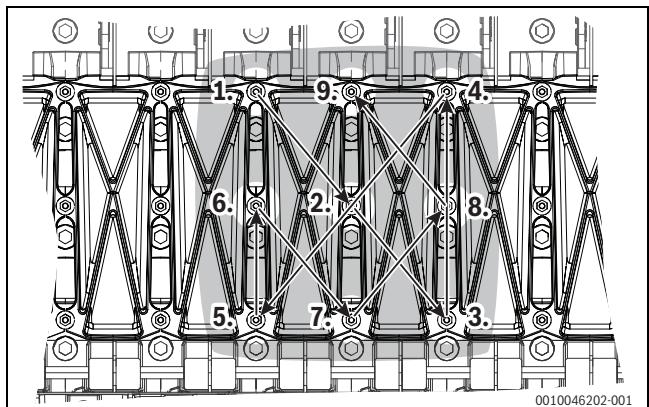

Bild 56 Anzugsschema Reinigungsdeckel
- ▶ Reinigungsdeckel entsprechend dem nachfolgend dargestellten Anzugsschema (1-2-3-4-5-6-7-8-9; → Bild 56) wieder anschrauben (Anzugsmoment: 7 Nm) oder Wärmetauscher nass reinigen.